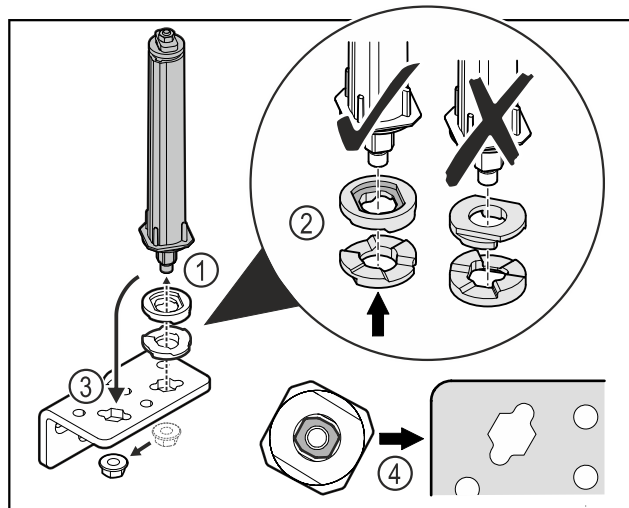

Fig. 29
- Svitare il dado e rimuovere il sistema di chiusura della porta Fig. 29 (1).
- Assicurarsi che le rondelle per la regolazione dell'altezza siano rivolte nel verso giusto Fig. 29 (2).
- Spostare il sistema di chiusura della porta nella cerniera angolare e fissarlo con il dado Fig. 29 (3).
- Durante l'inserimento del sistema di chiusura della porta assicurarsi che sia rivolto nel verso giusto Fig. 29 (4).